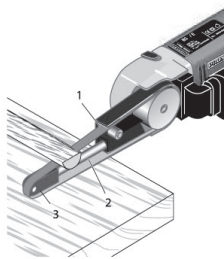

Fig. 3
2. A superfície de lixagem **2** (Fig. 3) é especialmente ideal para trabalhar superfícies lisas. Os objectos que se trabalham melhor com a superfície de lixagem **1** são aqueles que possuem formas arredondadas. O painel **3** é ideal para realizar trabalhos em orifícios estreitos e cavidades.